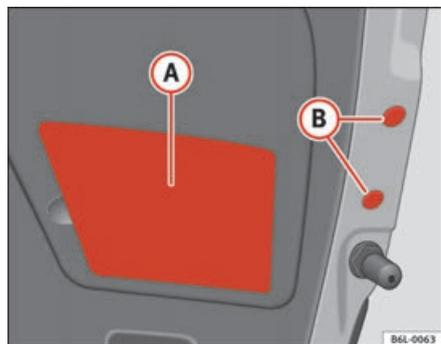

Fig. 164 Luce posteriore sul portellone
- Collocare i tappi (B) e la copertura in plastica (A) ⇒ fig. 164.